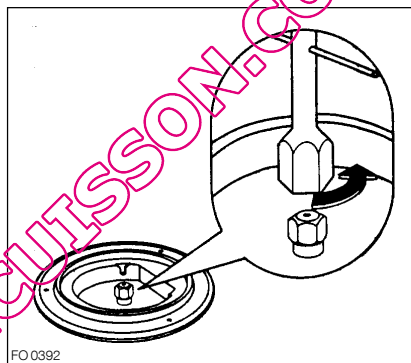

Fig. 3
- 3) Avec une clé de 7 dévissez les injecteurs (Fig. 3) et remplacez-les par ceux convenant au type de gaz utilisé (voir tableau 2).